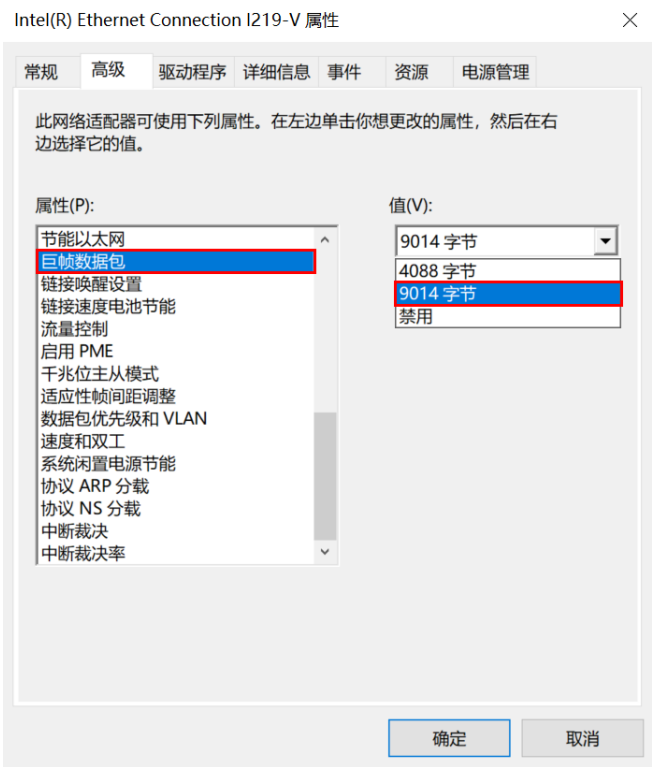

图2-6 网卡属性高级设置
2. 依次打开“控制面板”>“硬件和声音”>“设备管理器”>“网络适配器”，选中对应的网卡，打开属性中的“高级”菜单，“巨帧数据包”设置为最大值 9014 字节，如图 2-6 所示。